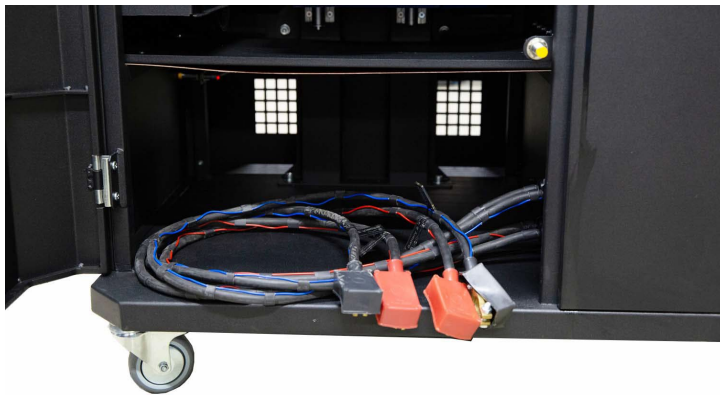

图 13. 测试台内蓄电池安装位置
1. 连接 12V 蓄电池，并将其放置在测试台的蓄电池舱内（图 13）。打开左侧门时请使用钥匙（随设备提供）。连接蓄电池时应遵守功率电缆上的标识。如果仅连接一块蓄电池（电池1 或 电池2），则仅可使用 12V 检测模式，24V 和 48V 模式将不可用。